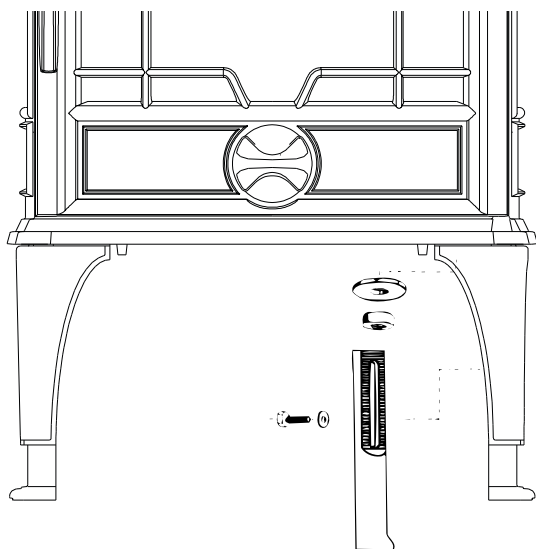

Bild 1: Montering ben
2. Lägg försiktigt kaminen på rygg och montera benen. Montera förlängningen enligt Bild 1. Du kan justera benens längd från 220-300 mm. Lyft kaminen till stående, vippa inte upp den. Montera eventuell extra skyddsplåt.